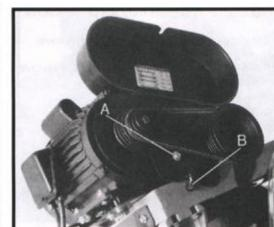

Fig. 2
5. Faites glisser le couvercle de la courroie sur les poulies et fixez-le avec des vis et rondelles (A, Fig. 2).
6. Fermez le couvercle de la courroie et fixez-le avec le bouton de verrouillage (B).